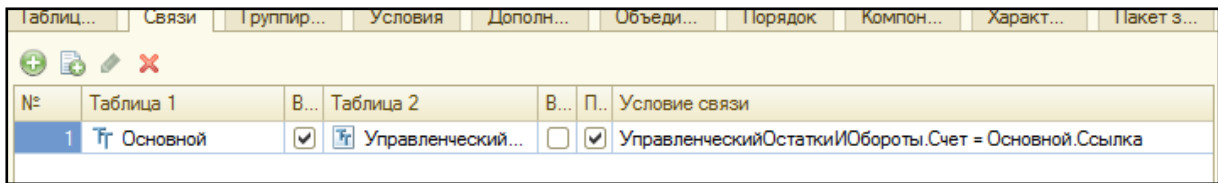

Рис. 81. Конструктор запроса
5. Закладка Связи. Указать, что из таблицы Основной нужно выбрать все записи, а из таблицы регистра – только те, которые соответствуют условию связи (рис. 81).